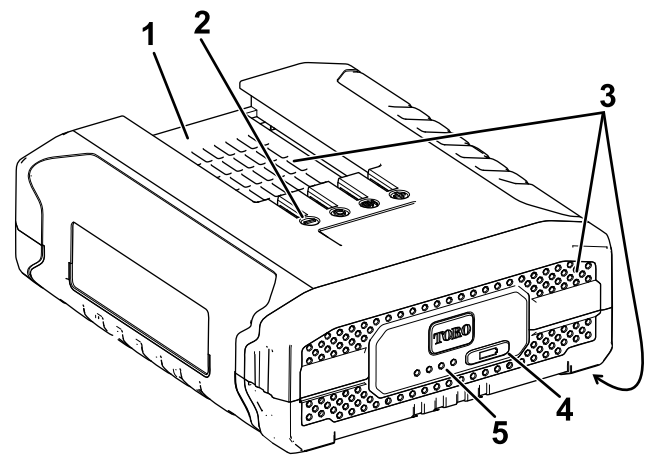

Figure 10
2. Alignez le creux de la batterie (Figure 10) sur la languette du chargeur.